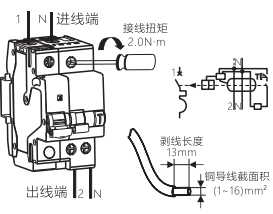

图5 接线示意图
6.4 适用于铜导线连接，导线选择见表1，接线方式及剥线长度示意图5